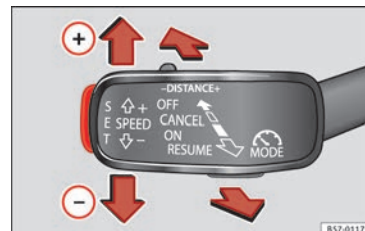

Fig. 50 A la izquierda de la columna de la dirección: tercera palanca para el manejo del GRA.
- Conectar el GRA: sitúe la tercera palanca en **ON** »» **fig. 50**. El sistema se enciende, pero no regula por no tener programada ninguna velocidad.
- Activar el GRA: pulse el botón **SET** »» **fig. 50**. Memoriza y regula velocidad actual.
- Desconectar el GRA temporalmente: mueva la palanca hasta **CANCEL** »» **fig. 50** y suéltela o
- Conectar el GRA de nuevo: mueva la palanca hasta **RESUME** »» **fig. 50** y suéltela. La velocidad memorizada se guarda y regula de nuevo.
- Desconectar el GRA: mueva la tercera palanca hasta la posición **OFF** »» **fig. 50**. Se desconecta el sistema y la velocidad memorizada se borra.